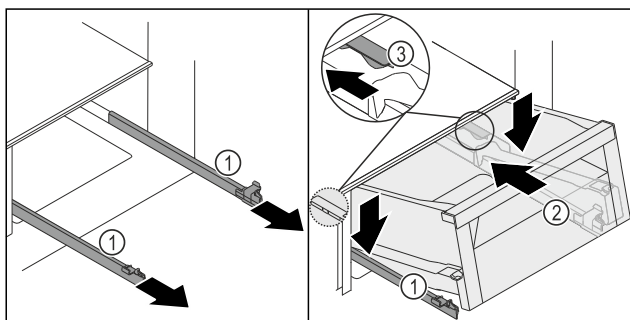
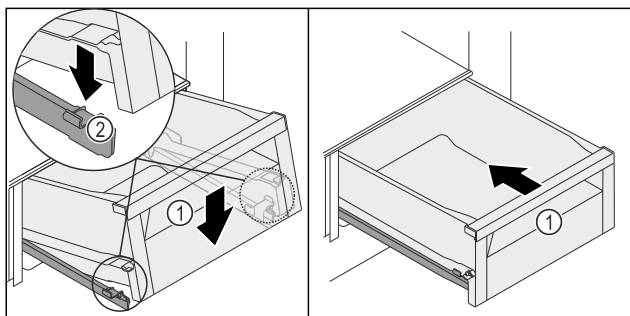

Fig. 95
Fig. 96
- ▶ Удерживая направляющие Fig. 95 (1), установите выдвижной ящик Fig. 95 (2) сверху за ограничителем хода Fig. 95 (3) на направляющие Fig. 95 (1).
- ▶ Установите выдвижной ящик Fig. 95 (2) на направляющие Fig. 95 (1) и задвиньте до конца назад.
- ▶ Опустите выдвижной ящик Fig. 95 (2) вперед, чтобы он установился слева и справа в зажим Fig. 96 (2).
- ▶ Выдвижной ящик Fig. 96 (1) зафиксируется со характерным щелчком.
- ▶ Вдвиньте выдвижной ящик Fig. 96 (1).